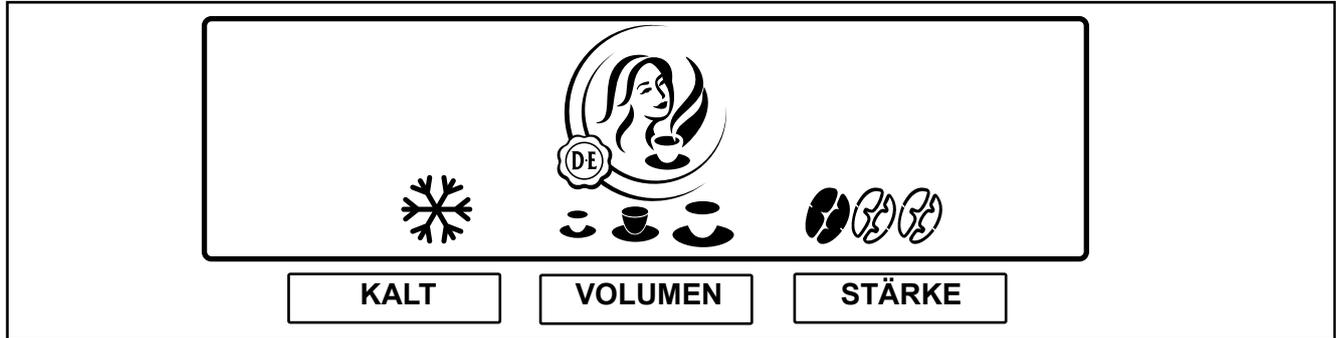

Abb. 15
Ihr Gerät verfügt über Vorwahl-Möglichkeiten. Bei der Installation hat der Service-Techniker eventuell diese Vorwahl-Möglichkeiten aktiviert. Bei Auswahl der Vorwahl-Taster werden die folgenden Vorwahl-Möglichkeiten im Display angezeigt (Abb. 15):
2. Drücken Sie den „**KALT**“ Vorwahl-Taster, um diese Vorwahl zu aktivieren. Das Symbol für Kalt wird angezeigt. (Abb. 15)
2. Drücken Sie den „**VOLUMEN**“-Vorwahl-Taster, um diese Vorwahl zu aktivieren. Drei Tassensymbole (klein - mittel - groß) werden angezeigt. (Abb. 15)